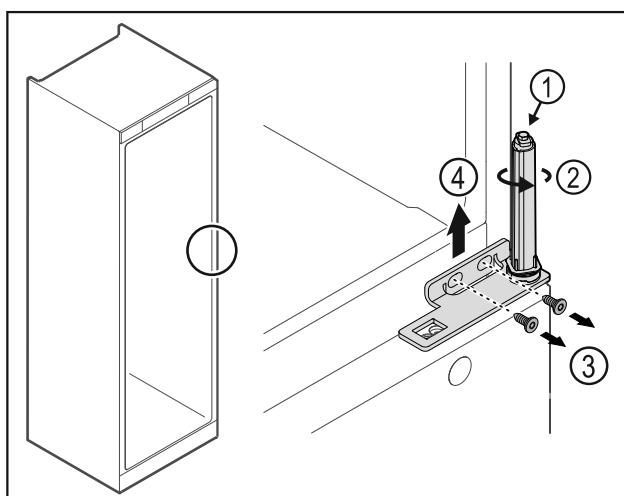

Fig. 27
- ▶ Μην αποσυναρμολογείτε το σύστημα κλεισίματος πόρτας Fig. 27 (1).
- ▶ Περιστρέψτε το σύστημα κλεισίματος Fig. 27 (2), μέχρι να κάνει κλικ.
► Λύστε τις βίδες Fig. 27 (3), αφαιρέστε τη γωνία μεντεσέ προς τα επάνω Fig. 27 (4).